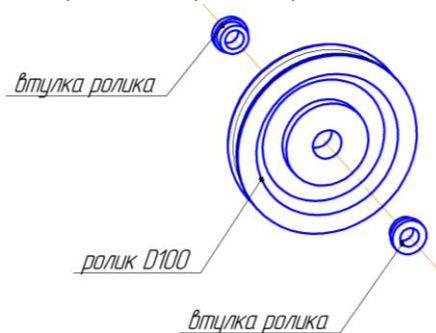

Рис.4. Схема сборки этапа №1
1. Установить втулку ролика с каждой стороны подшипника, расположенного на ролике D100. При необходимости использовать молоток (Д) через деревянный брусок (см. рисунок 4).